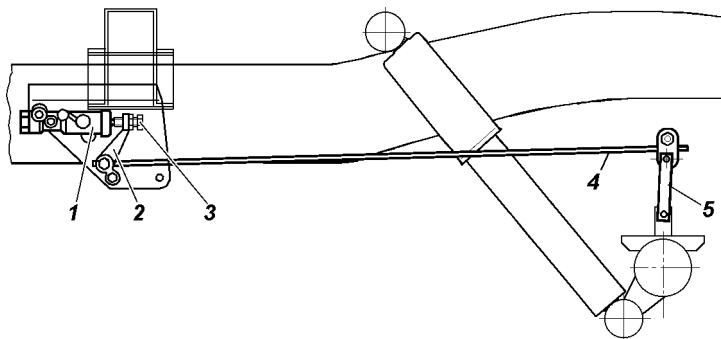

Рис. 9.26. Привод регулятора давления:
В процессе эксплуатации и при замене задних рессор необходимо регулировать усилие упругого рычага 4 (рис. 9.26) на поршень регулятора. Регулировку производите в следующей последовательности:
4. Доверните болт 3 (см. рис. 9.26) на 2 и 1/3 оборота (14 граней головки болта).